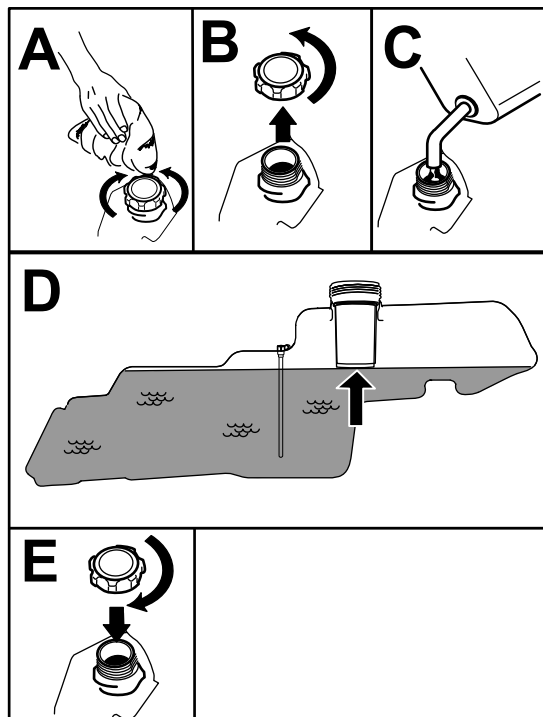

Figura 8
5. Umpleți rezervorul de combustibil până la partea inferioară a buconului (Figura 8).